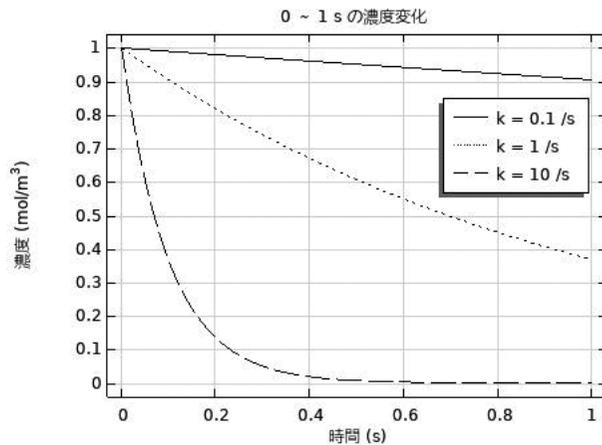

図6 速度定数 k を変えた (1) の解
5. 「1Dプロットグループ1」のツリー下の「グローバル1」ノードをクリックし、「グローバル」設定ウィンドウをスクロールして「x軸データ」セクションを開く。「軸ソースデータ」を「時間」にし、「グローバル」設定ウィンドウ上方の[プロット] ボタンをクリックすると、図6のように、3つの k の値についての計算結果を比較するグラフが表示される。(横軸が各パラメータに対する計算値を順に表示していたのを時間に切り替えた)